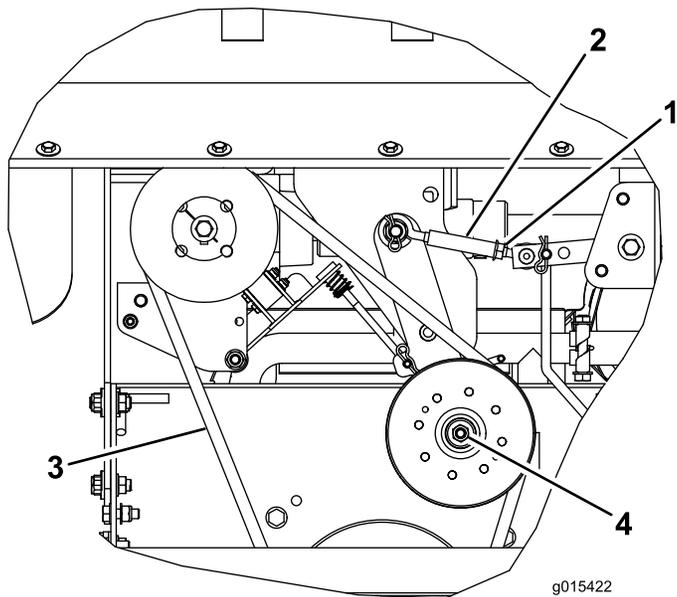

Figure 10
la courroie d'entraînement de la boîte d'engrenages. Vérifiez visuellement si la courroie (Figure 10) est encrassée, usée, fissurée et présente des signes de surchauffe. Remplacez la courroie si elle est excessivement usée ou semble endommagée.
Remarque: La Figure 10 représente la courroie vue de dessous, mais vous pouvez contrôler, régler ou remplacer la courroie en passant par le haut ou le bas après avoir déposé la protection correspondante.
La tension de la courroie est correcte lorsqu'une flèche de 13 mm est obtenue quand vous exercez une force de 4,5 kg au centre du brin le plus long (Figure 10).
- A. Desserrez le contre-écrou (Figure 10).